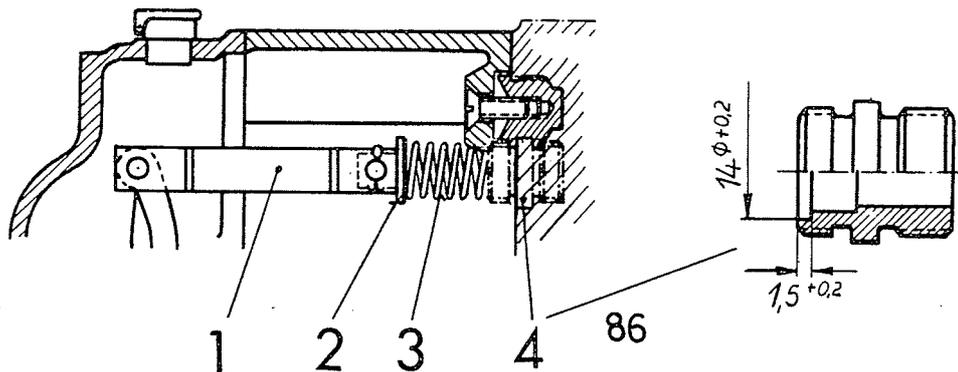

Bild 86 Spielausgleichfeder
1. Regelstangen-Führungsbuchse 4 (Bosch PMB 1/1 X und .. S2X) gemäß Bild 86 nachsenken, ohne sie auszubauen. (Das Nachsenken der Buchsen ist nur an Pumpen früherer Lieferung notwendig, da die Buchsen an Pumpen neuerer Lieferungen schon angesenkt sind).
2. Spielausgleichfeder 3 (Bosch WSF 11 S 36 X) auf Regelstange schieben und zwischen diese Feder und Gelenkgabel 1 (Bosch EPGK 17 S 1 X) den Federteller 2 (Bosch EPMS 73 S2X) einfügen (Bild 86).